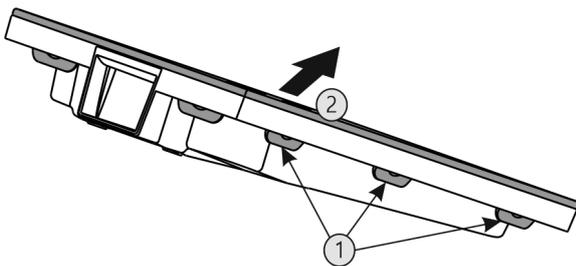

Fig. 58
- ▶ Alle Laschen Fig. 58 (1) nacheinander drücken und die Abdeckung Fig. 58 (2) entnehmen.